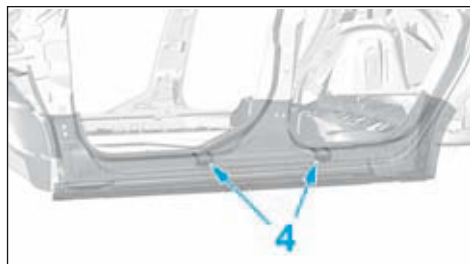

FIG.111
- Décoller le bas de caisse au niveau de l'insert gonflant (4) à l'aide d'un pistolet à air chaud (Fig.111).